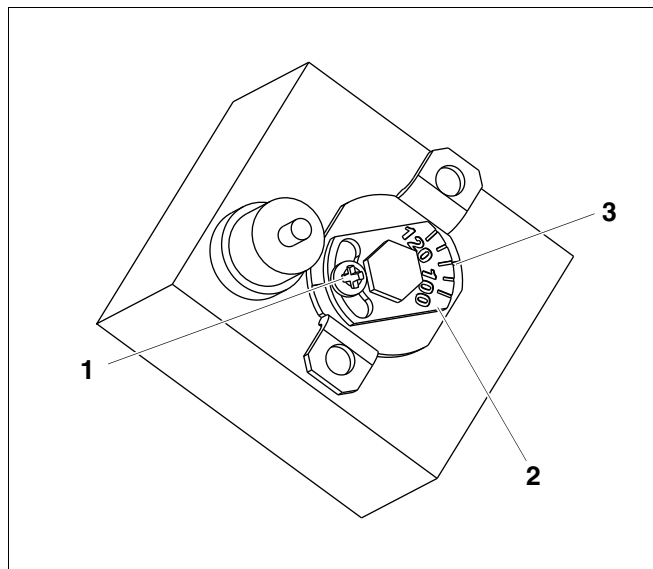

Рис. 3 Вариант А
2.2.1 Рис. 3 Вариант А
- Ослабить винт (Рис. 3, поз. 1).
- Настраечный винт с температурной шкалой (Рис. 3, поз. 2) установить на нужную температуру (Рис. 3, поз. 3).
- Затянуть винт (Рис. 3, поз. 1).